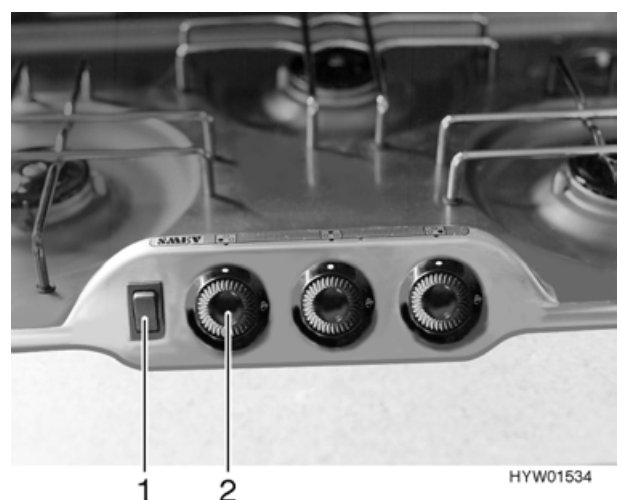

Bild 71 Bedienelemente für Gaskocher
- Reglerknopf (Bild 71,2) drücken, in Stellung "Max." drehen und gedrückt halten, bis Gas zum Brenner strömt.
- Wippschalter (Bild 71,1) drücken. Am Brenner werden Zündfunken erzeugt.